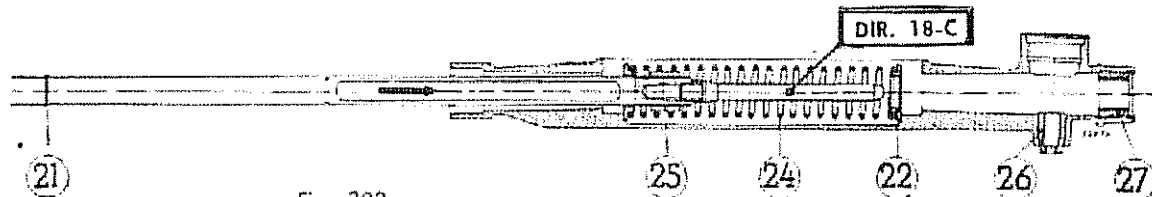

Fig. 302
1) Montar por el interior del cárter de la caja de dirección el buje interior de bronce del piñón (26) (Fig. 302).
hasta que llegue a la mitad del resorte y pase por el interior del buje de goma. La dirección de montaje del conjunto está indicada por la flecha (Fig. 302).